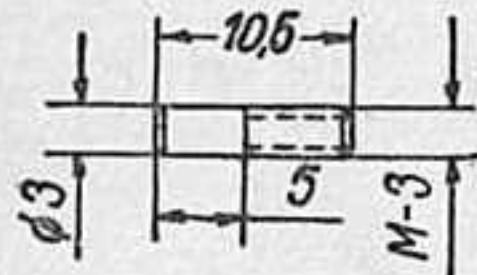

Рис. 18, дет. 2сб-8
**Кулачки (2сб-8)** — 2 шт. к кулачковой муфте (2сб-6) изготавливаются из двух кусков стальной проволоки длиной примерно по 20—30 мм. На одном конце каждого куска нарезается резьба  $3 \times 0,5$  длиной 5,5 мм (рис. 18).